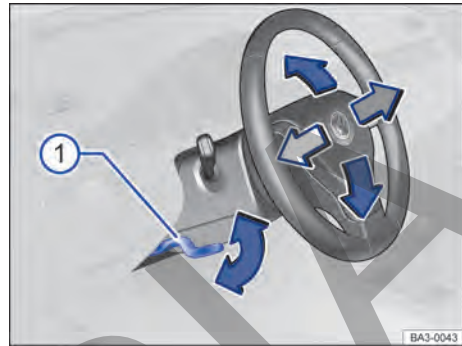

Fig. 62 Debajo y a la izquierda del volante junto con el revestimiento de la columna de dirección; palanca de ajuste de la posición del volante.
- Empujar la palanca hacia abajo sosteniéndola por su empuñadura → fig. 62 ①.